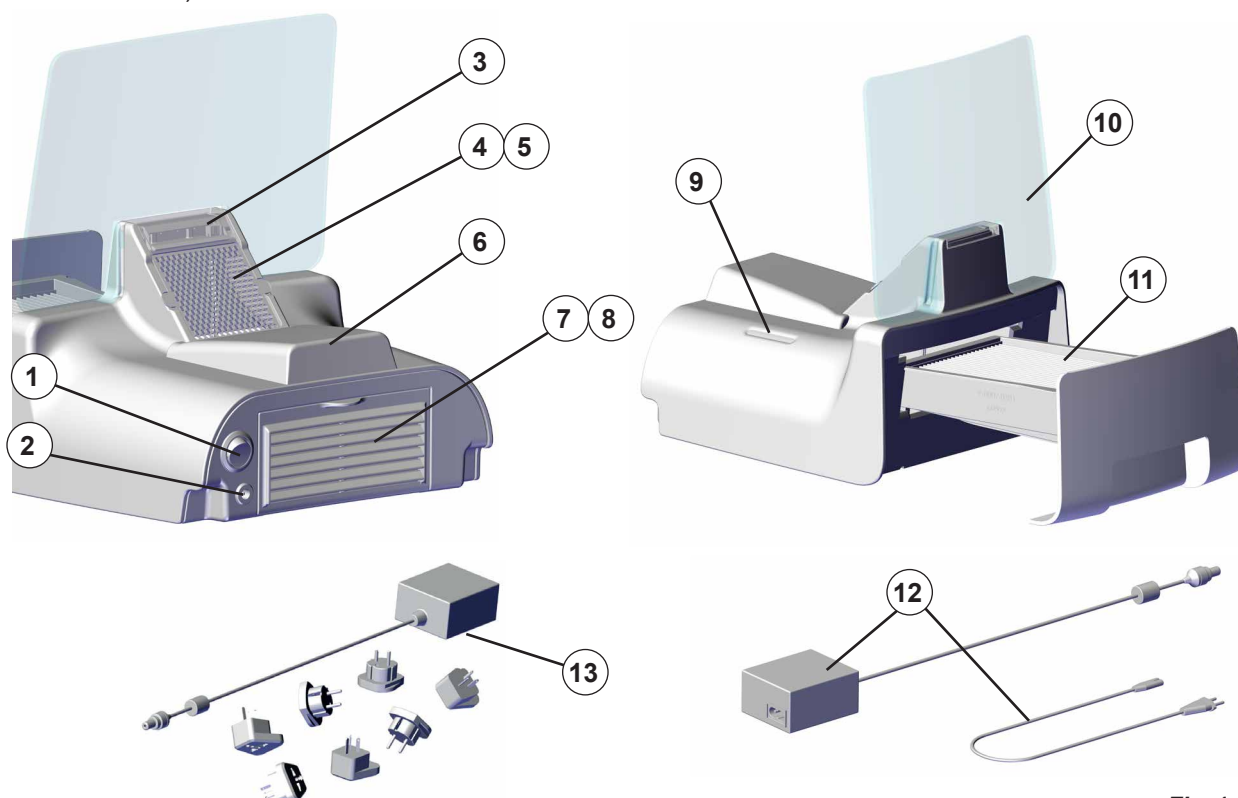

Fig. 1
- ⇒ Desligue o equipamento no interruptor Lig/Desl (1, Fig. 1).
Fonte de alimentação de mesa (12, Fig. 1):
Fonte de alimentação de encaixe (13, Fig. 1):
O equipamento é ligado e desligado por meio do botão Lig/Desl (1, Fig. 1).